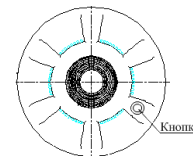

Рисунок 1
1.3.2. Блок извещателя представляет собой единую конструкцию, состоящую из крышки и основания, с расположенными внутри печатной платой и датчиком газа. На лицевой поверхности извещателя расположена кнопка для проверки работоспособности извещателя, внутри которой находится оптический индикатор срабатывания красного цвета (Рисунок 1).